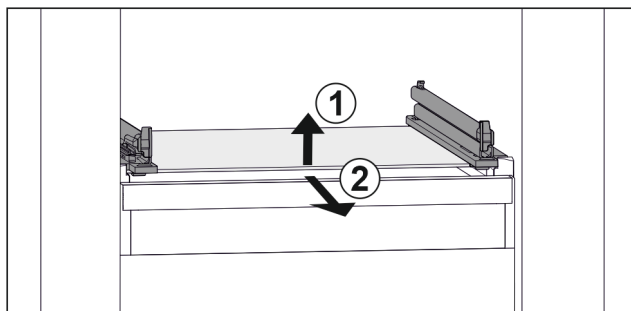

Fig. 77 Примерно изображение на стъклената плоча
- ▶ Повдигнете стъклената плоча отпред Fig. 77 (1)
- ▶ Извадете стъклената плоча напред Fig. 77 (2)